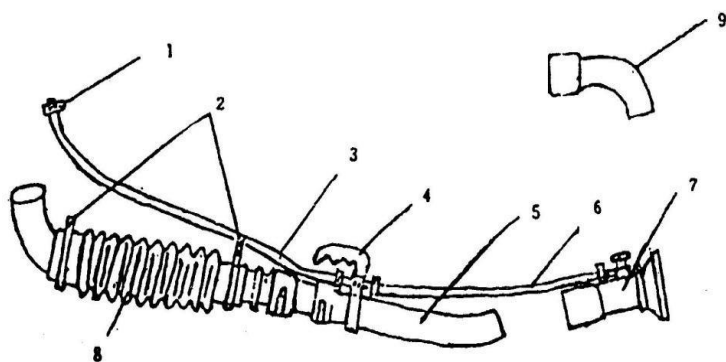

Fig. 4
1. Arandela de sellado 2. Conector 3. Tuerca de presión 4. Conecte la manguera pulverizadora al dispositivo como se muestra en la fig. 4.